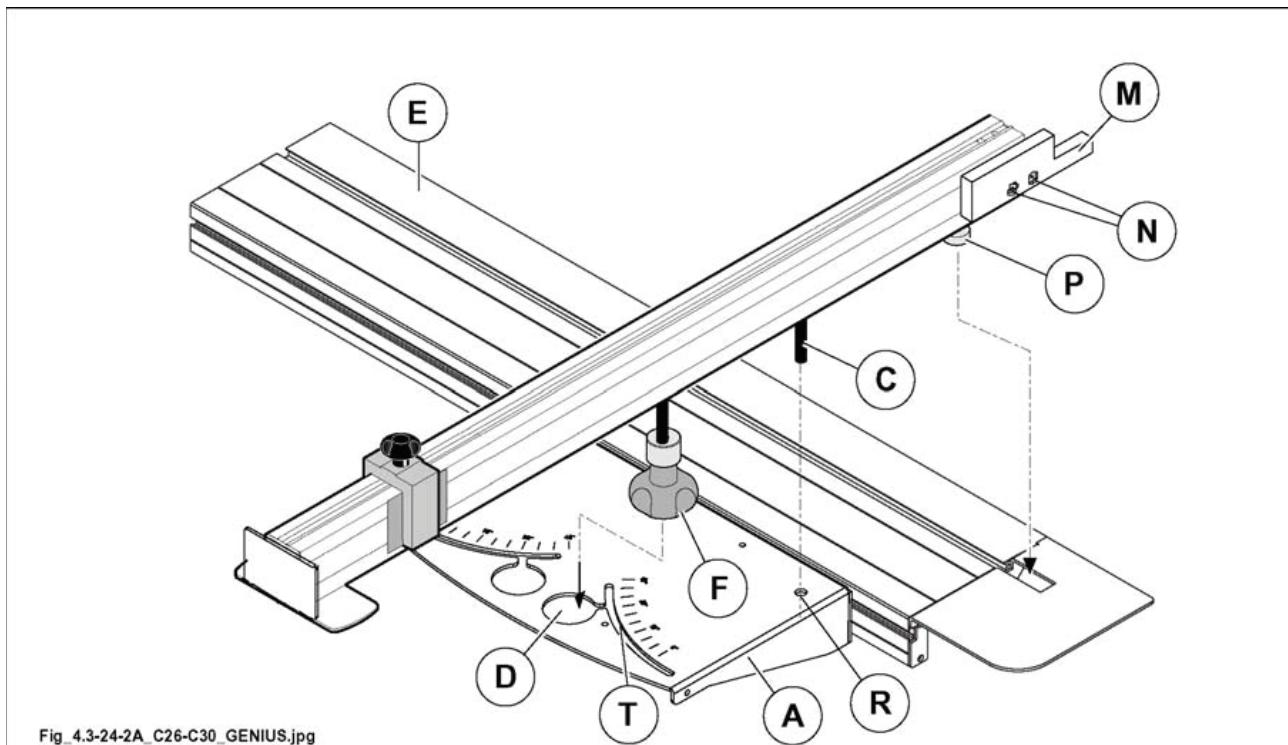

Рис. 4.3-24-2А
Когда противоскользящая пластина M (рис. 4.3-24-2A) износится, ее следует приблизить к пиле, ослабив пару винтов N (рис. 4.3-24-2A).
- 1) Установить линейку на стол А (рис. 4.3-24-2), вставив штырь С (рис. 4.3-24-2) в отверстие R (рис. 4.3-24-2). Вставить барашковый винт F (рис. 4.3-24-2) в прорезь T (рис. 4.3-24-2) через отверстие D (рис. 4.3-24-2).